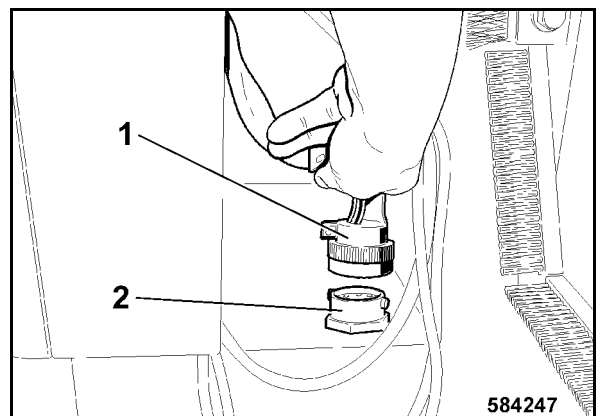

Fig. 225
- Encajar la clavija 1 (Fig. 225) en la caja de enchufe (2).